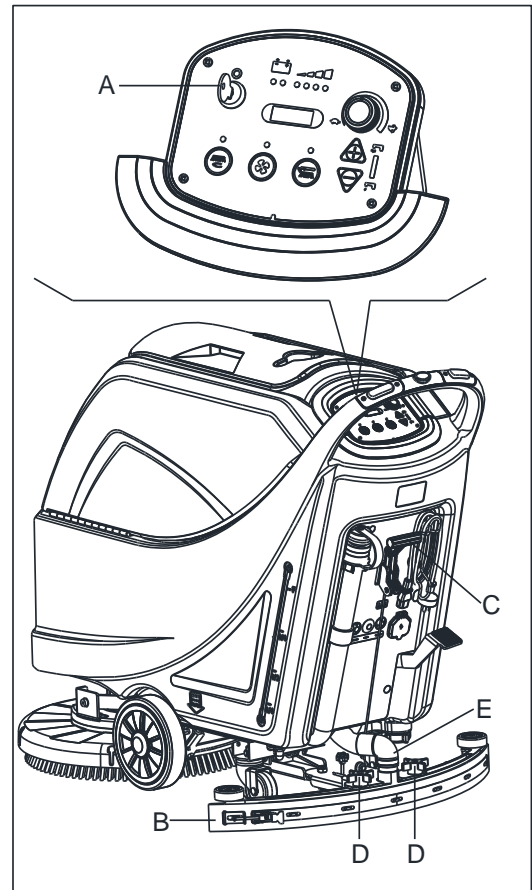
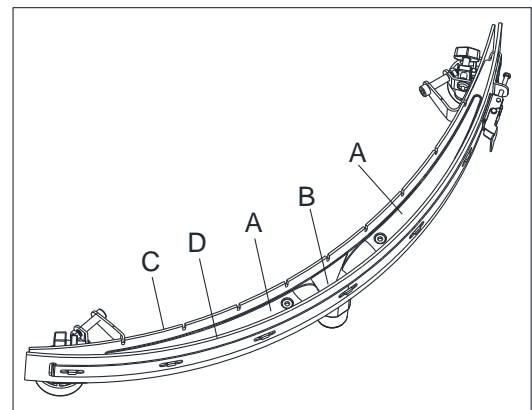

Figura 17
Figura 18
2. Gire la llave de ignición (A, Figura 17) a la posición «0».
3. Baje la escobilla de goma (B) usando la palanca (C).
4. Afloje las perillas (D) y desmonte la escobilla de goma (B).
5. Desconecte el tubo de aspiración (E) de la escobilla de goma.
6. Limpie el escurrido de acero o aluminio (Figura 18). Limpie especialmente los compartimentos (A) y el orificio (B). Compruebe si la lámina delantera (C) y la posterior (D) están íntegras o tienen cortes y grietas; reemplácelas si es necesario (consulte el procedimiento en el siguiente apartado).